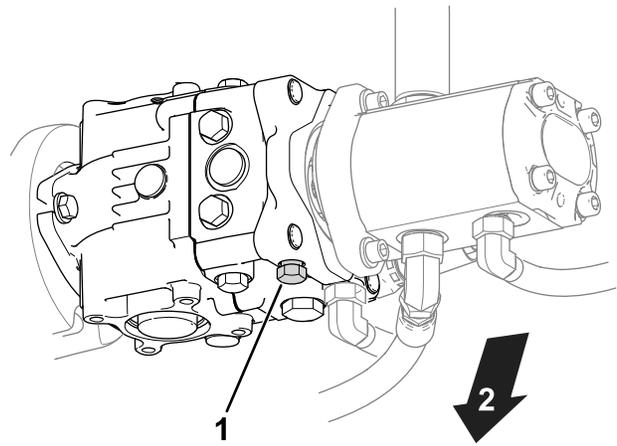

Figure 31
1. Trouvez la vanne de dérivation sur la pompe (Figure 31).